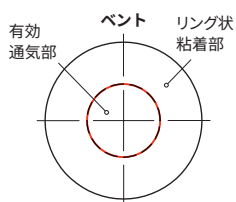

図1: 粘着材付きベントの有効通気部
- 有効通気部(図1)やリング状粘着部に直接触れないでください。